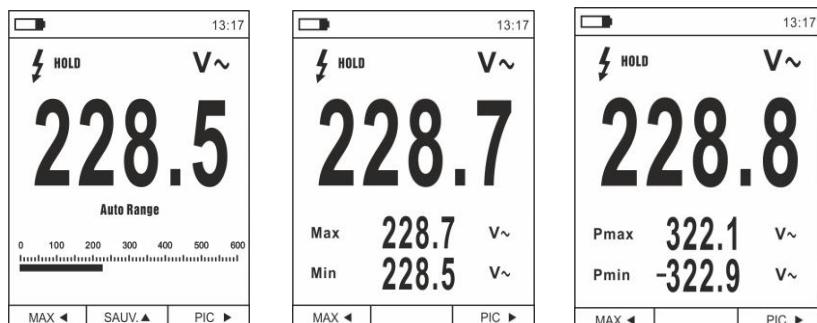

Fig. 9 Mesure MIN/MAX et PIC
1. Appuyer sur la touche **MAX**  pour entrer dans la mesure des valeurs MAX et MIN de la grandeur testée (voir Fig. 9 – partie centrale). Les symboles « MAX » et « MIN » s'affichent à l'écran
6. Appuyer sur la touche **PIC**  pour entrer dans la mesure des valeurs de Crête de la grandeur testée (voir Fig. 9 – partie droite). Les symboles « Pmax » et « Pmin » s'affichent à l'écran et les valeurs sont actualisées avec les mêmes modalités que la fonction MAX/MIN